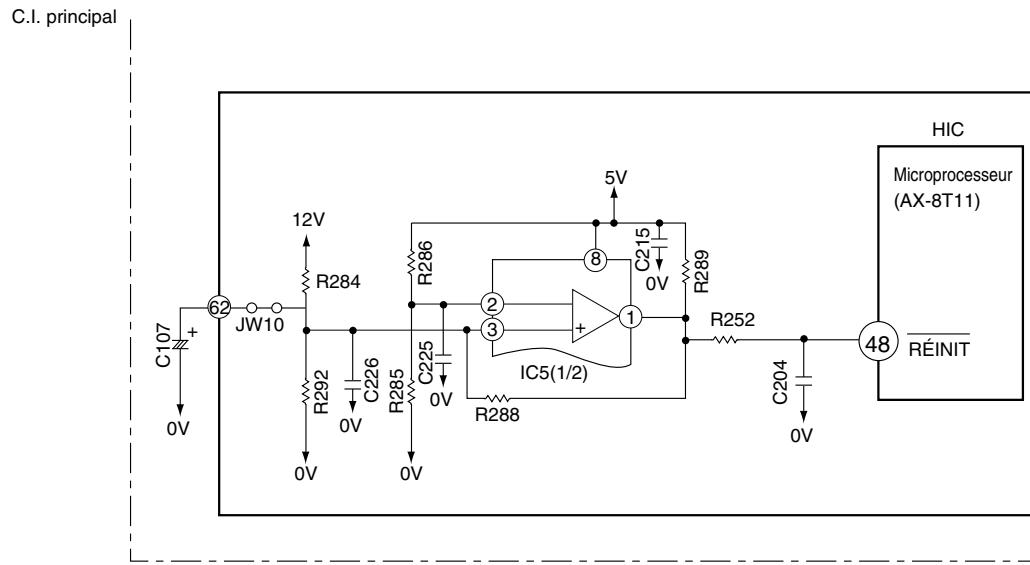

Fig. 9-1
- La basse tension sur broche ④8 réinitialise le microprocesseur et la tension élevée active le microprocesseur.
- La Fig. 9-1 représente le circuit de réinitialisation et la Fig. 9-2 représente la forme d'onde à chaque point, lorsque l'unité est mise sous tension et hors tension.
- Lorsque l'unité est mise sous tension, les tensions des lignes 12V et 5V augmentent et la tension de la ligne 12V atteint 10,9V, et la tension de réinitialisation envoyée sur la broche ④8 du microprocesseur est réglée sur élevé.